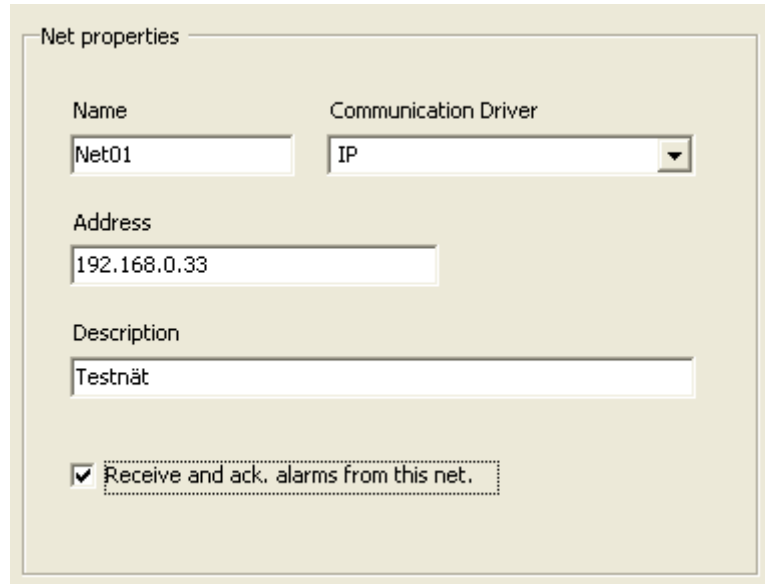

Bild 6 - Lägga till ett nät via verktygsfältet.
- 3) Markera "Nets" i trädstrukturen (roten) och klicka på knappen "Add" som återfinns i verktygsfältet högst upp i fönstret, se Bild 6 för förtydligande.